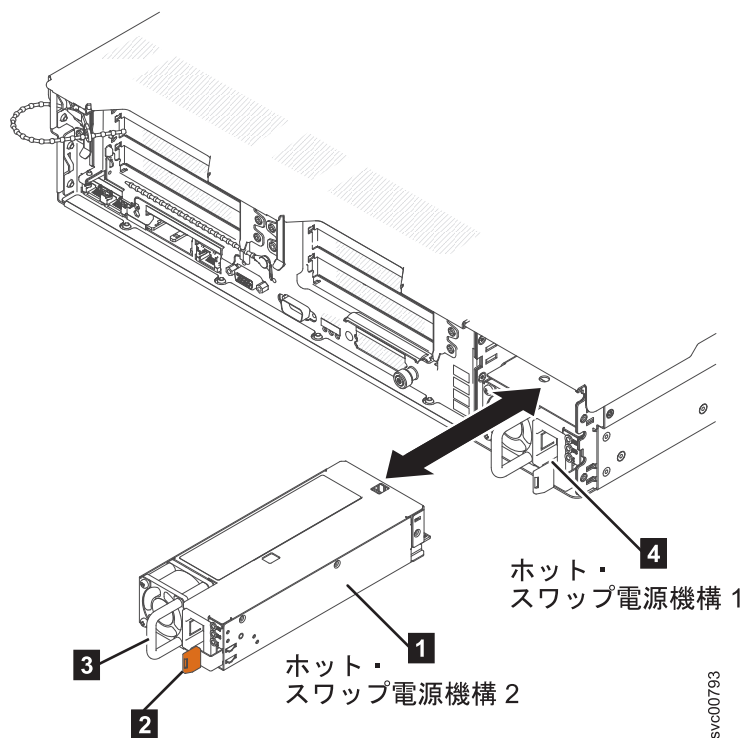

図 141. SAN ボリューム・コントローラー 2145-DH8 電源機構の交換
2. 電源機構の背面のハンドルをつかみ、図 141 に示すように、所定の位置でカチッと音がするまで、電源機構を前方にスライドさせてノードに完全にはめ込みます。電源コードが電源機構コネクタにしっかり接続されていることを確認します。